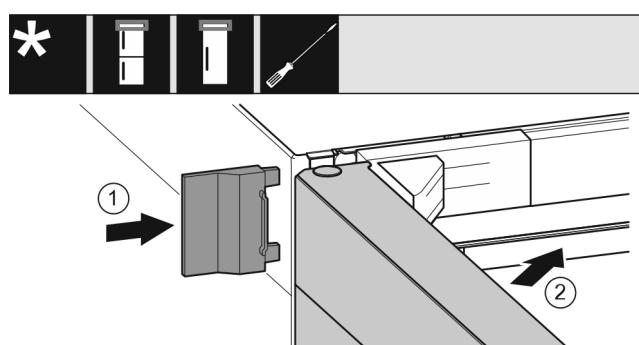

Fig. 23
- Shtyni kapakun mbulues të jashtëm. Fig. 23 (1)
► Myllni derën lart. Fig. 23 (2)